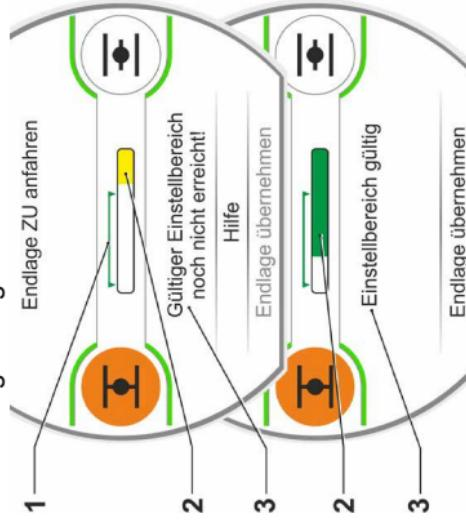

Abb. 7: Wegabhängige Abschaltung
a) Den Antrieb in die Endlagenposition verfahren. Während des Verfahrens informiert das Display darüber, ob der gültige Einstellbereich (Abb. 7, Pos. 1) erreicht ist (3) und der Laufbalken (2)* wechselt entsprechend die Farbe von gelb in grün.